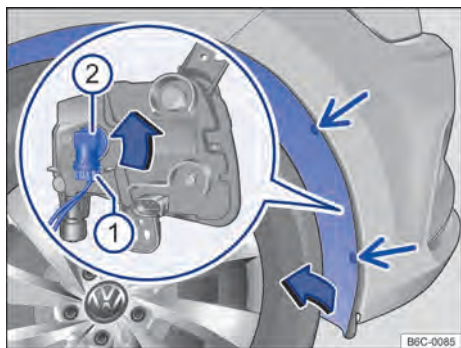

Fig. 167 Na caixa de roda dianteira: acesso à lâmpada incandescente do farol de neblina.
-  2 Remover os parafusos de fixação do revestimento da caixa de rodas → Fig. 167 (setas) com o auxílio de uma chave de fenda.
-  5 Retirar o conector de alimentação da lâmpada → Fig. 167 , pressionar, ao mesmo tempo, a trava de fixação do conector.
-  6 Girar o soquete da lâmpada → Fig. 167 , no sentido anti-horário até o batente, e desencaixá-lo do alojamento.
-  13 Recolocar os parafusos de fixação → Fig. 167 (setas) e apertá-los.